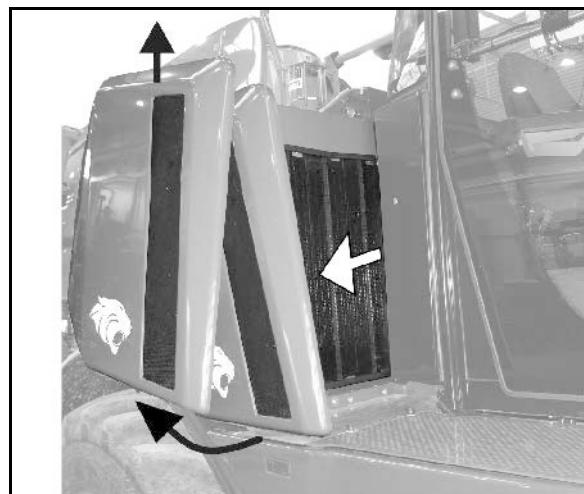

Рис. 167
1. Отверните барабашковую гайку на кожухе фильтра (Рис. 167/1).
2. Снимите кожух фильтра и извлеките наружный фильтрующий элемент (Рис. 167/2).
6. Ежегодно заменяйте внутренний фильтрующий элемент (Рис. 167/3) (ни в коем случае не очищайте его).
- о Отверните шестигранную гайку (Рис. 167/4) и извлеките внутренний фильтрующий элемент.